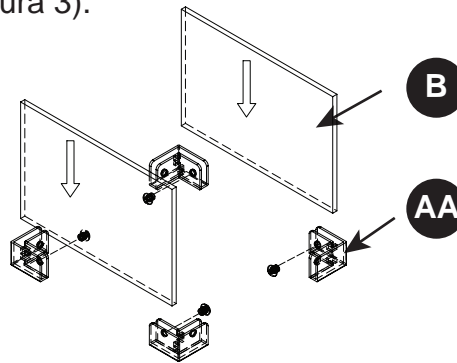

Figura 3
4. Inserte 2 piezas de vidrio (B) en la ranura del sujetador (AA), luego apriete los pernos con el destornillador hexagonal (BB) (consulte la Figura 3).